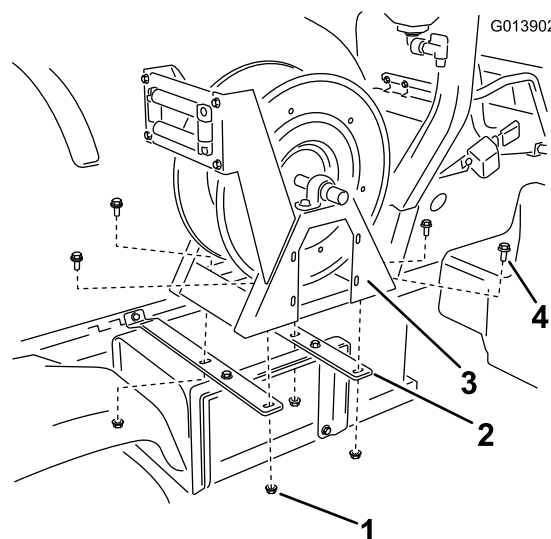

Figure 10
5. Fixez le dévidoir aux barrettes de maintien (Figure 10) à l'aide de 4 boulons à embase (3/8 x 1 pouce) et de 4 écrous à embase (3/8 pouce).